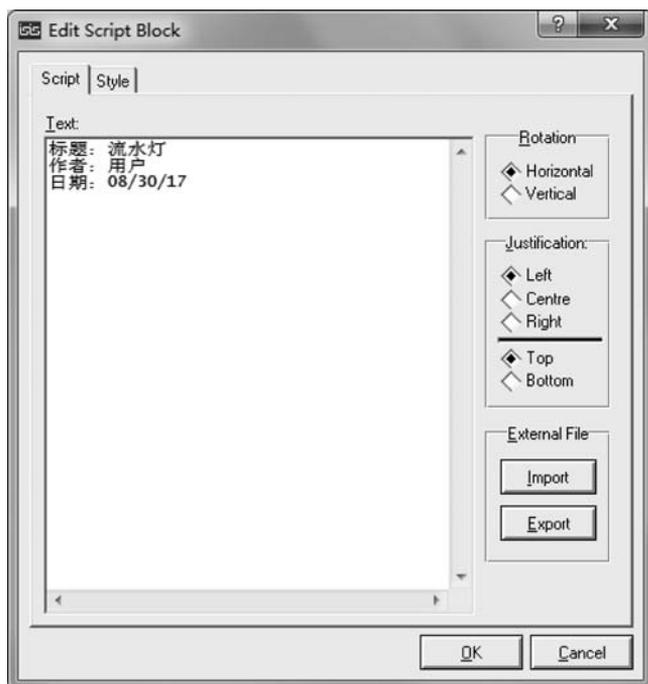
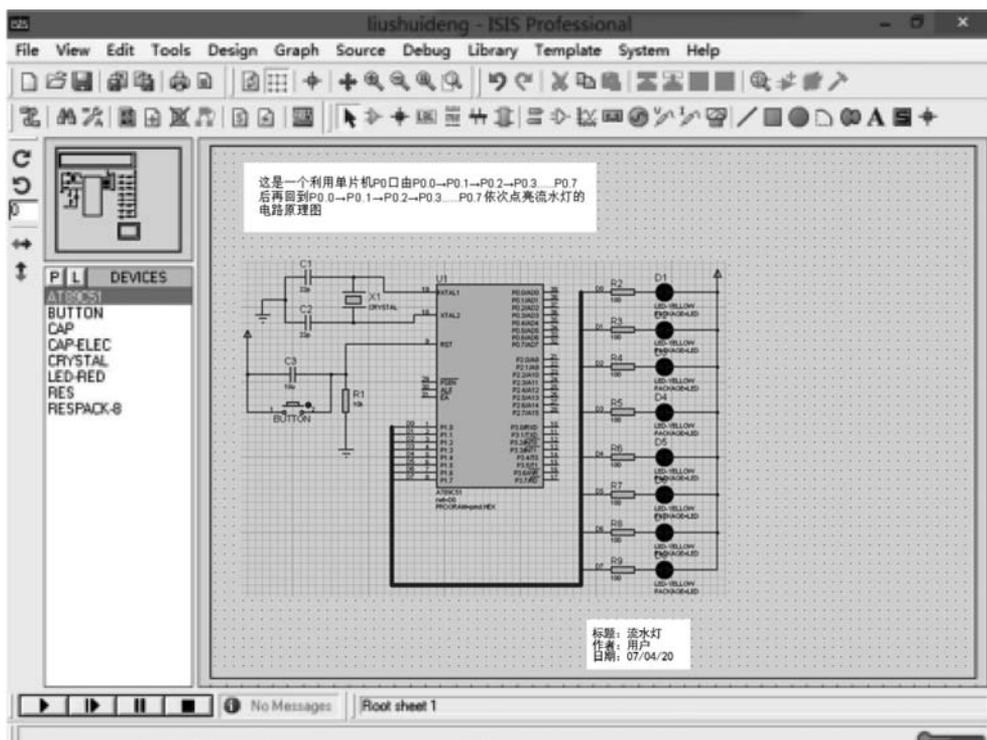

图 5-40 Script 选项卡的设置
图 5-41 添加标题块和头块之后的设计图
① 单击 2D 图形工具栏中的方块图标按钮,在原理图中拖放出一个标题块区域,并按照具体设计要求编辑该二维图形区域属性;
② 单击主模式工具栏中的横线图标按钮,在上述标题块区域单击,在弹出的对话框输入头块项目所包含的信息。对于不同样式的文字要求,可以多次使用图标进行输入。并单击 Style 选项卡设置字体样式、文字颜色、粗细、下画线、斜体等具体样式,如图 5-40 所示。按照添加标题块和自行设置头块的方法对本例进行修饰,放置完头块和说明文字的电路图如图 5-41 所示。